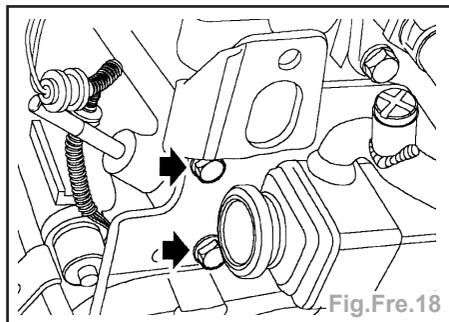

Fig.Fre.18
- les 2 boulons maintenant le support de soutien du tuyau sur le support de levage du moteur et déposer le support de soutien (Fig.Fre.18).